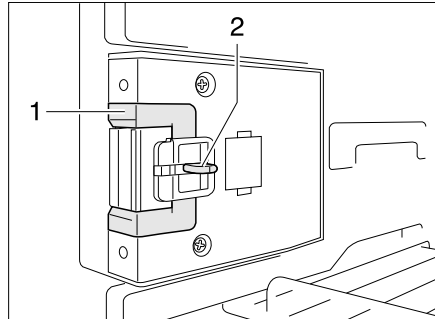
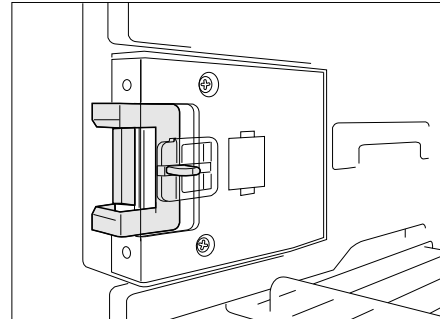

Bild 210 Verschlusseinrichtung in Normalstellung
Bild 211 Verschlusseinrichtung in Lüftungsstellung
- Die Entriegelung (Bild 210,2) eindrücken.
- Die Verschlusseinrichtung (Bild 210,1) nach vorn schieben (Bild 211).